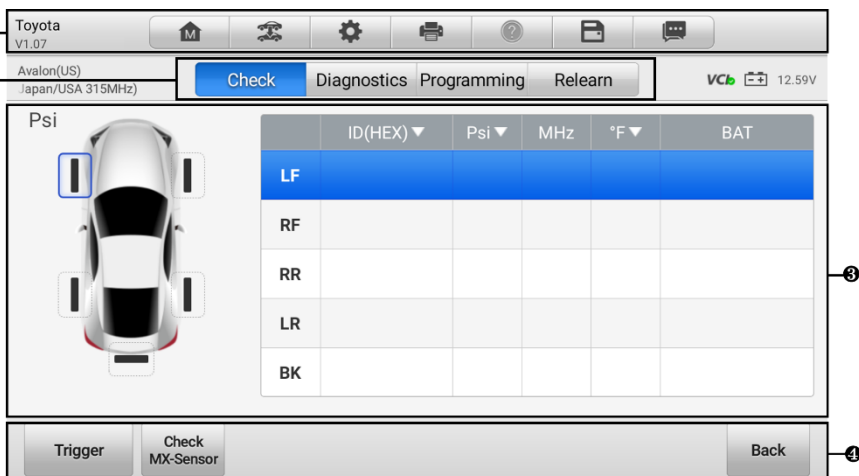

Figura6-8 Tela de serviço TPMS
3. Selecione **Detecção Automática**. O tablet inicia a leitura do VIN na ECU do veículo. Assim que o veículo de teste for identificado com sucesso, o sistema o guiará para a tela de Serviço TPMS. Veja Figura6-8 Tela de serviço TPMS.